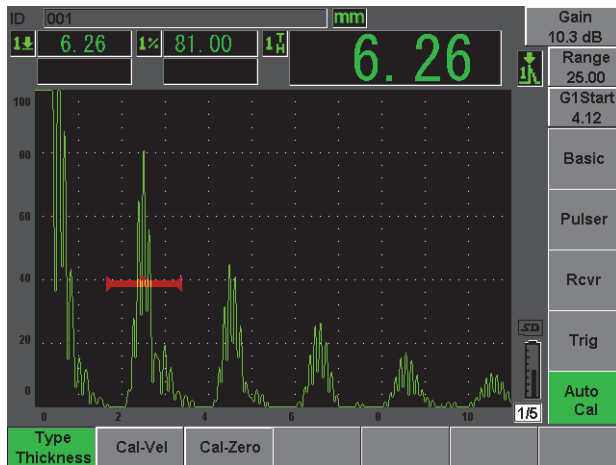

図 2-14 自動校正メニュー
4. **“自動校正 : Auto Cal”** メニューを選択します（51 ページ図 2-14 参照）。